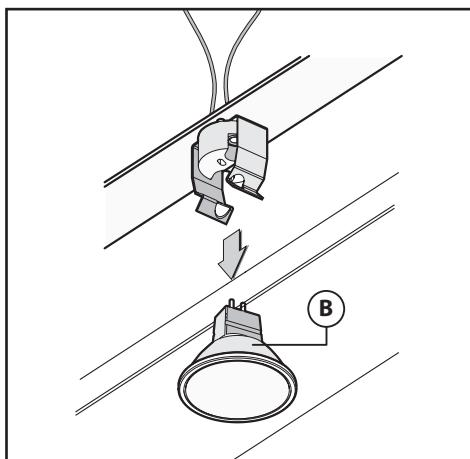

Fig.7
• Sostituzione delle lampade alogene (Fig.7):
Per sostituire le lampade alogene **B** dall'interno della cappa spingere verso il basso con due dita come è raffigurato in Fig.7. Sostituire con lampade dello stesso tipo.